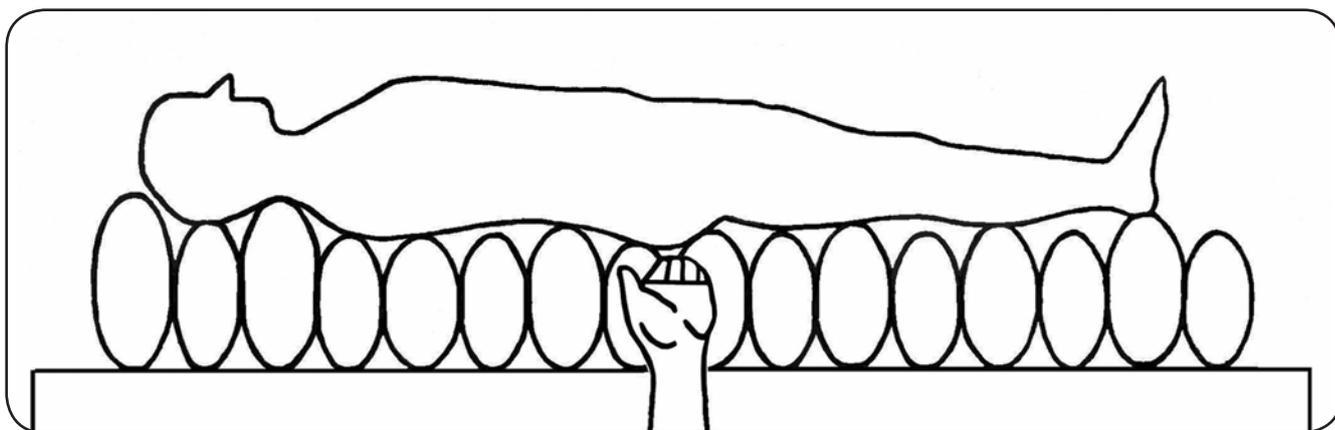

Abbildung 14
10. Kontrollieren Sie jetzt den eingestellten Druck mit dem Handtest. Schieben Sie die flache Hand zwischen das Gesäß des Patienten und der entlüfteten Zelle der Wechseldruckmatratze. Zur optimalen Lagerung muss zwischen Gesäß und der entlüfteten Zelle ein Abstand von ca. 3-4 cm sein (siehe Abbildung 14).